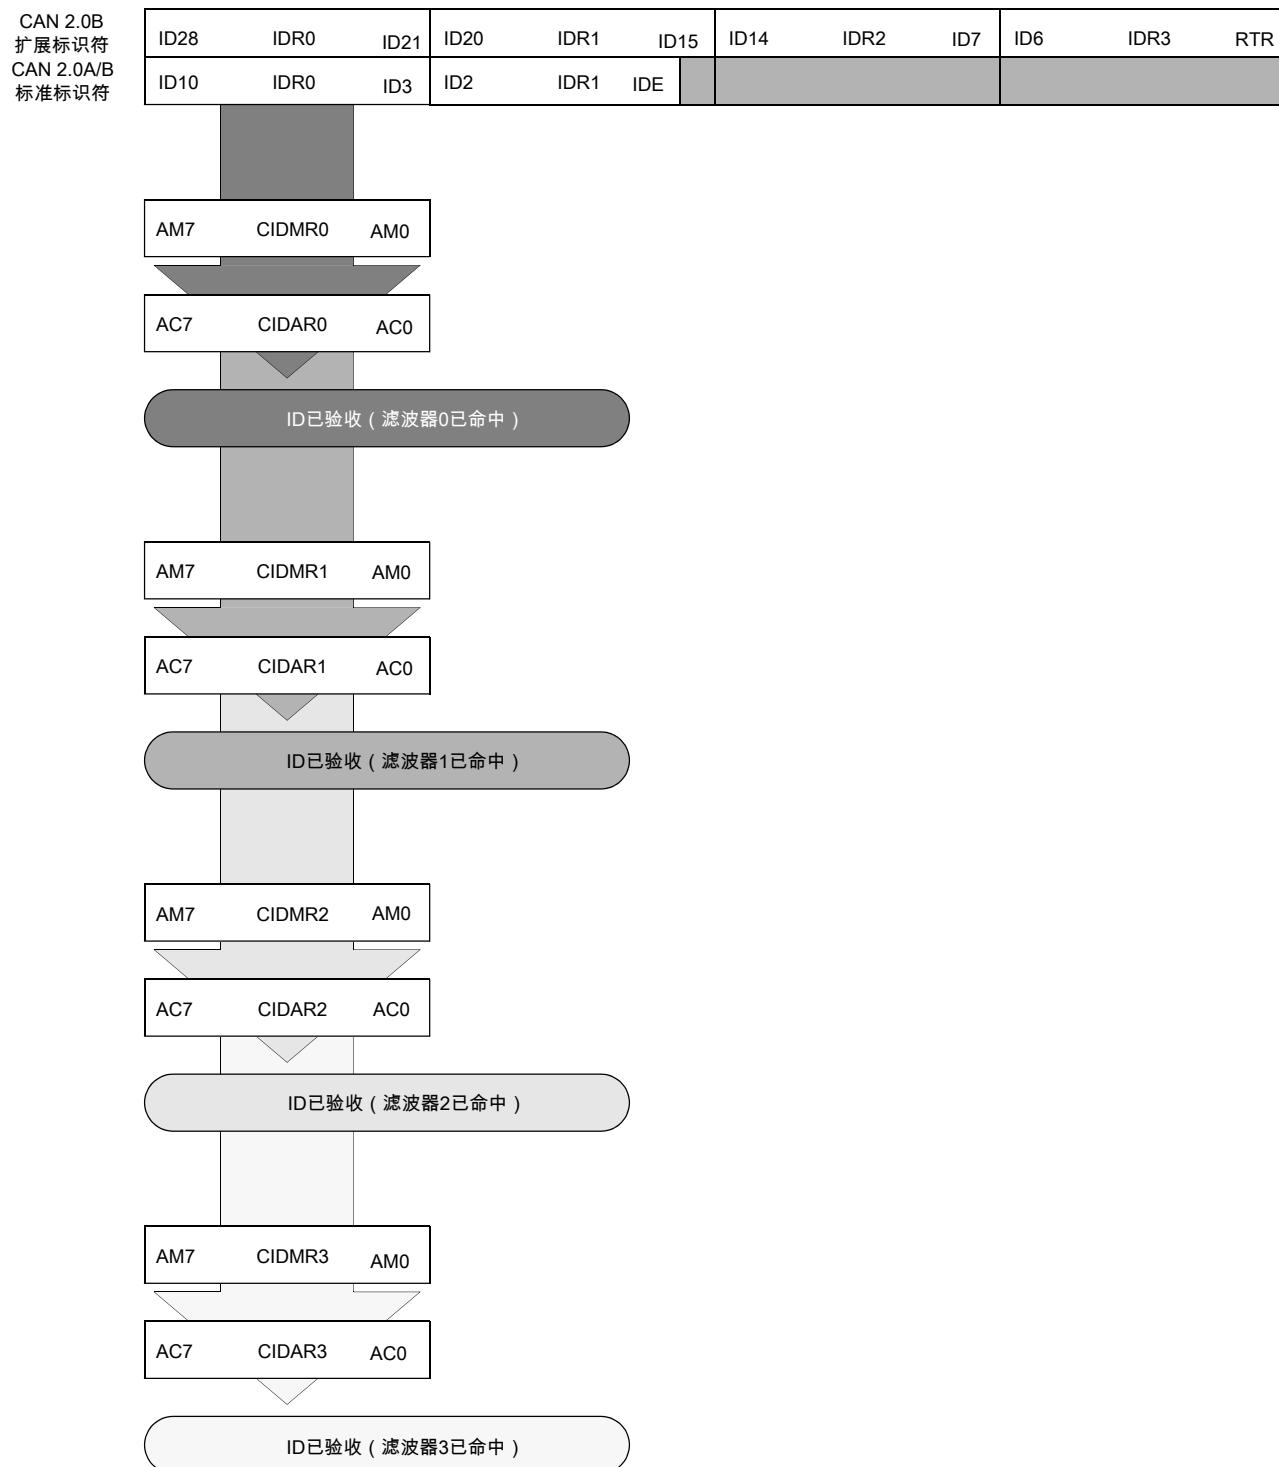

图 32-7. 8 位可屏蔽标识符验收滤波器
- 八个标识符验收滤波器，每个都将用于标识符的前 8 位。该模式实施八个独立滤波器，用于兼容 CAN 2.0A/B 的标准标识符或兼容 CAN 2.0B 的扩展标识符的前 8 位。图 32-7 显示首个 32 位滤波器组(CANIDAR0-CANIDAR3, CANIDMR0-CANIDMR3)如何产生滤波器 0 到 3 的命中。类似地，第二个滤波器组(CANIDAR4-CANIDAR7, CANIDMR4-CANIDMR7)产生滤波器 4 到 7 的命中。